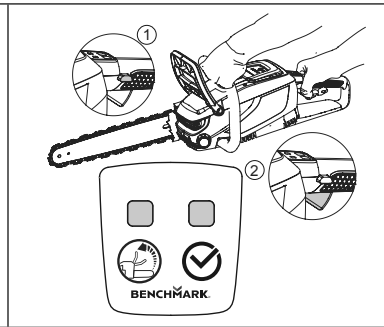

FIG. 22
3. Appuyez d'abord sur le bouton de déclenchement, ① puis appuyez sur la gâchette pour démarrer ② (fig. 22).